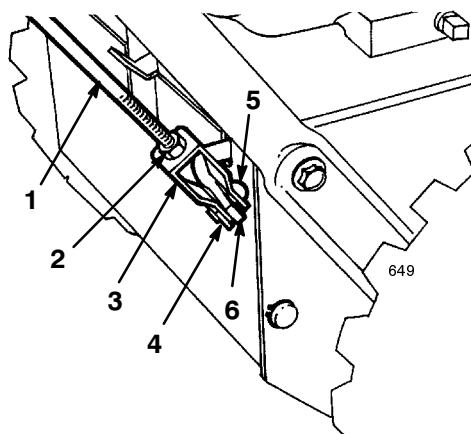

Figure 8
1. Desserrer le contre-écrou au-dessus de la chape sur la tige de commande supérieure (Fig. 8).
2. Alignez les trous de la chape et de la tige de commande inférieure, et insérez l'axe de chape (Fig. 8).
- C. Faites monter ou descendre la chape sur le filetage selon que vous désirez accroître ou réduire l'écart entre la poignée et la manette de tarière/roue hélice (Fig. 8).
6. Quand le réglage est correct, remplacez l'axe de chape et attachez-le à l'aide de la goupille fendue (Fig. 8).
7. Serrez l'écrou de blocage pour fixer la chape (Fig. 8).